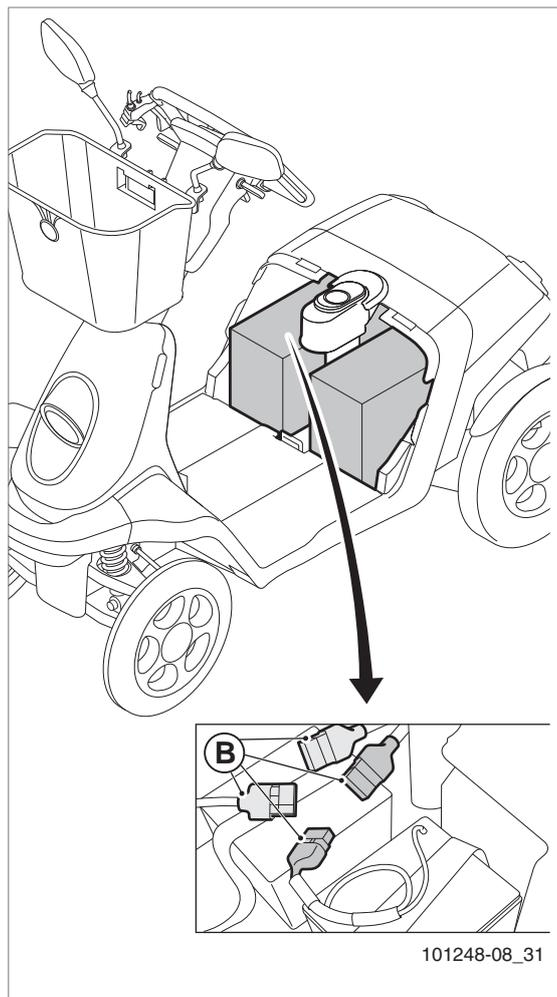

Figura 25
- Scollegare i cavi delle batterie (figura 25) oppure ricaricare regolarmente le batterie